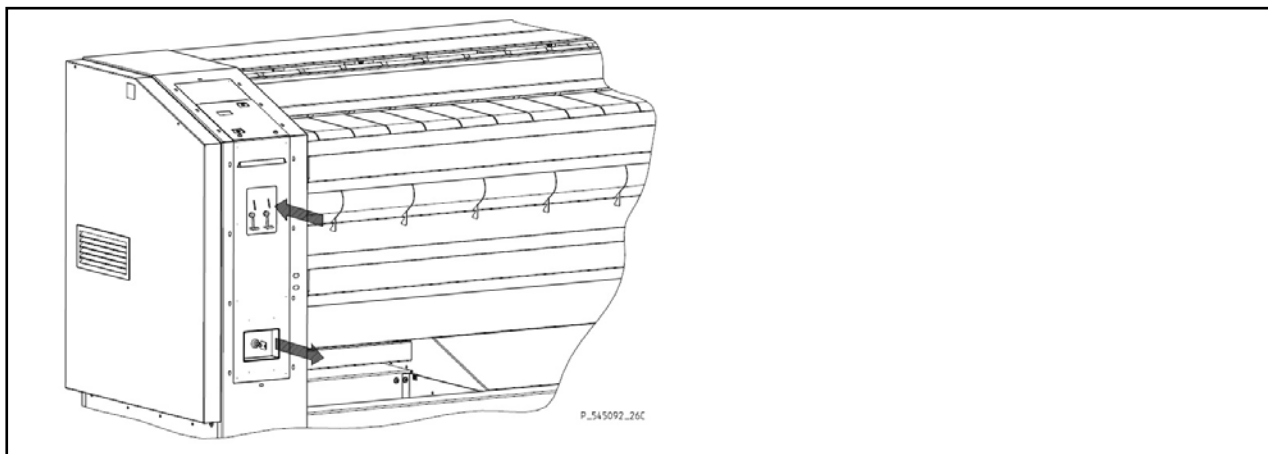

figura 5.2.3.
- Figura 5.2.3. – modelo de la máquina con el monedero.
- Para echar monedas / talones sirve el monedero – véase la flecha superior en la figura 5.2.3.
- Para sacar monedas / talones sirve la caja con llave que se puede sacar – véase la flecha inferior en la figura 5.2.3.